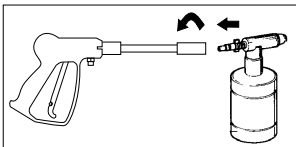

Figura 7
- Fije el aplicador de detergente a la pistola como se muestra en la figura 7.